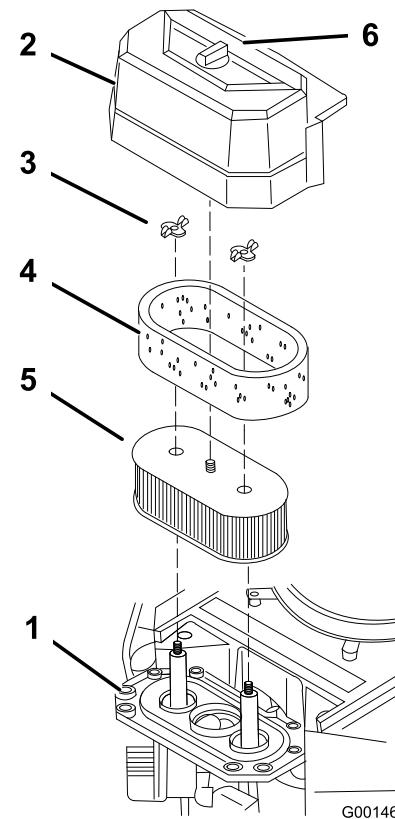

Figura 22
3. Limpie alrededor del limpiador de aire de forma que la suciedad no penetre en el motor y cause daños (Figura 22).
4. Desenrosque el pomo de la cubierta y retire la cubierta del limpiador de aire (Figura 22).
5. Desenrosque las 2 tuercas de orejeta y retire el conjunto del limpiador de aire (Figura 22).
6. Retire cuidadosamente el filtro de gomaespuma del filtro de papel (Figura 22).
1. No llimpie el filtro de papel, cámbielo (Figura 22)
1. Deslice cuidadosamente el filtro de gomaespuma sobre el filtro de papel (Figura 22).
2. Coloque el conjunto del limpiador de aire sobre la base del limpiador de aire y fíjelo con 2 tuercas de orejeta (Figura 22).
3. Coloque en su posición la cubierta del limpiador de aire y apriete el pomo de la cubierta (Figura 22).